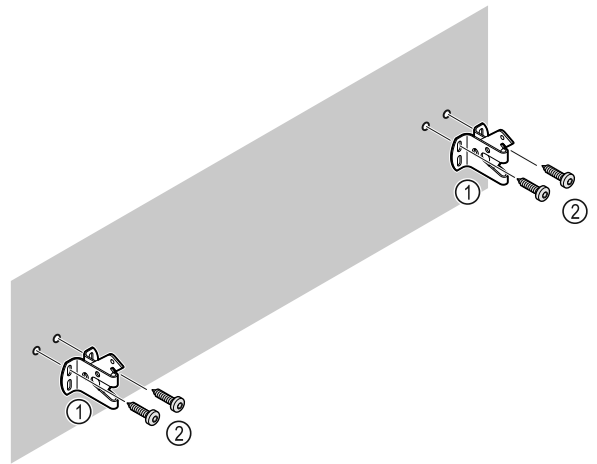

Fig. 10
A fal adottságaitól függően (fa, beton) használjon megfelelő rögzítőanyagot (pl. tipliket) és elegendő számú rögzítési pontot Fig. 10 (2).
- ▶ Rögzítse a rögzítőkampót. Fig. 10 (1)